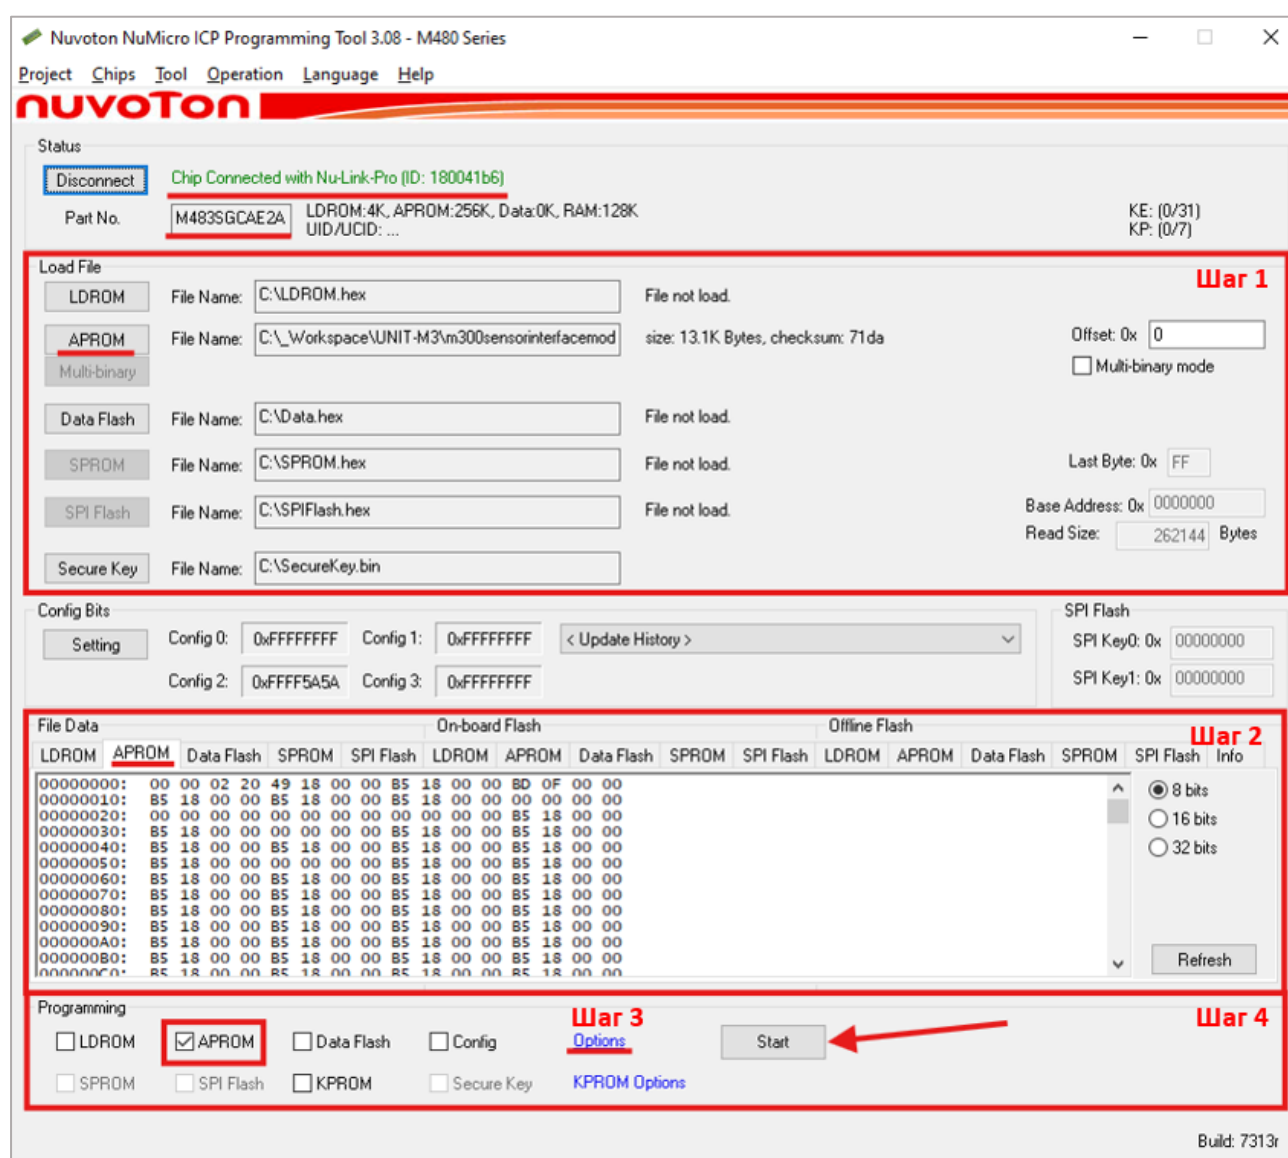
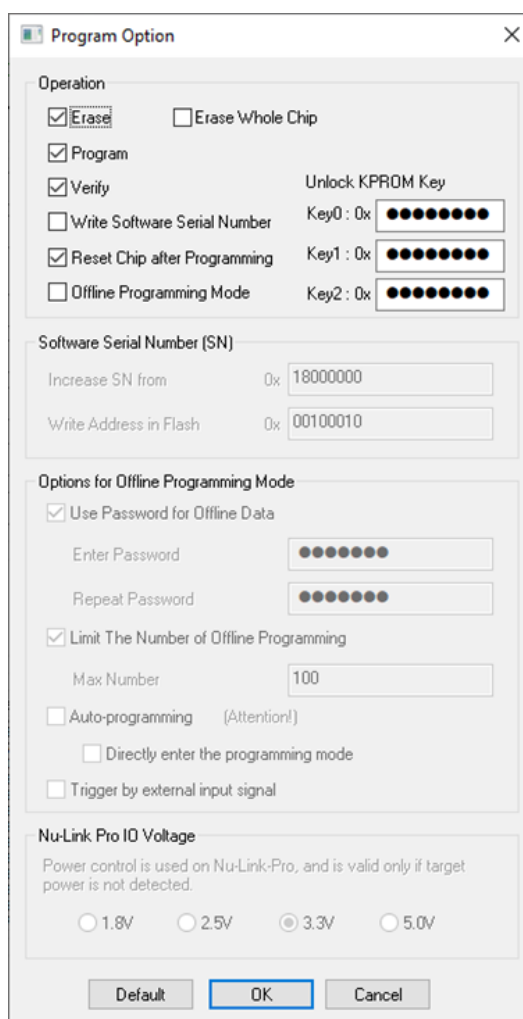

Рисунок 3.3 – ПО «NuMicro ICP Programming Tool»
Рисунок 3.4 – ПО «NuMicro ICP Programming Tool»
После считывания, напротив кнопки «Connect», появится зеленая надпись «Chip Connected with Nu-Link-Pro...». В графе «Part No.» отобразится нужный идентификатор микроконтроллера: «M483SGCAE2A» (Рисунок 3.3).
1. В области «Load File», нажать на кнопку «APROM» (Рисунок 3.3) и выбрать в появившемся диалоговом окне файл встроенного программного обеспечения в соответствии с Таблицей 1.1.
2. В области «File Data» на вкладке «APROM» должен отобразиться байткод содержимого файла (Рисунок 3.3).
3. В области «Programming» установить флаг «APROM» (Рисунок 3.3). В этой же области нажать гиперссылку «Options». В открывшемся окне убрать галочку «Erase Whole Chip», нажать кнопку «Ok» (Рисунок 3.4).
4. Нажать кнопку «Start» (Рисунок 3.3).